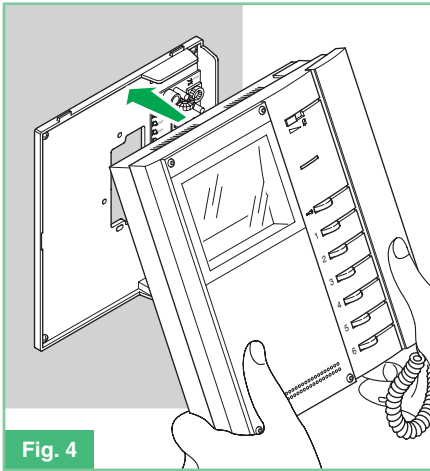

Fig. 4
- Fig. 4** Procedure for mounting monitor to the backplate.
- Fig. 4** Procedura di aggancio Monitor.
- Fig. 4** Procédure de mise en place du moniteur.
- Fig. 4** Wijze van bevestiging van de monitor.